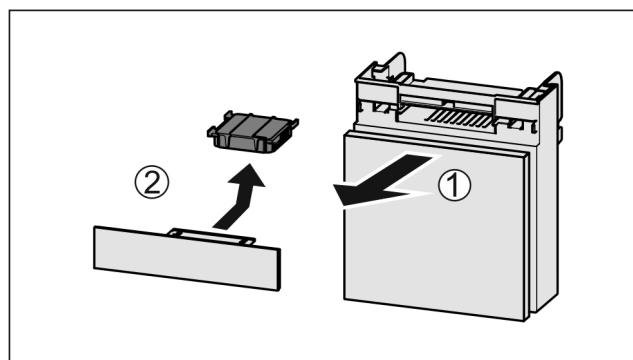

Fig. 186
- Predal izvlecite Fig. 186 (1) naprej.
- Odstranite Fig. 186 (2) aktivni ogljeni filter.